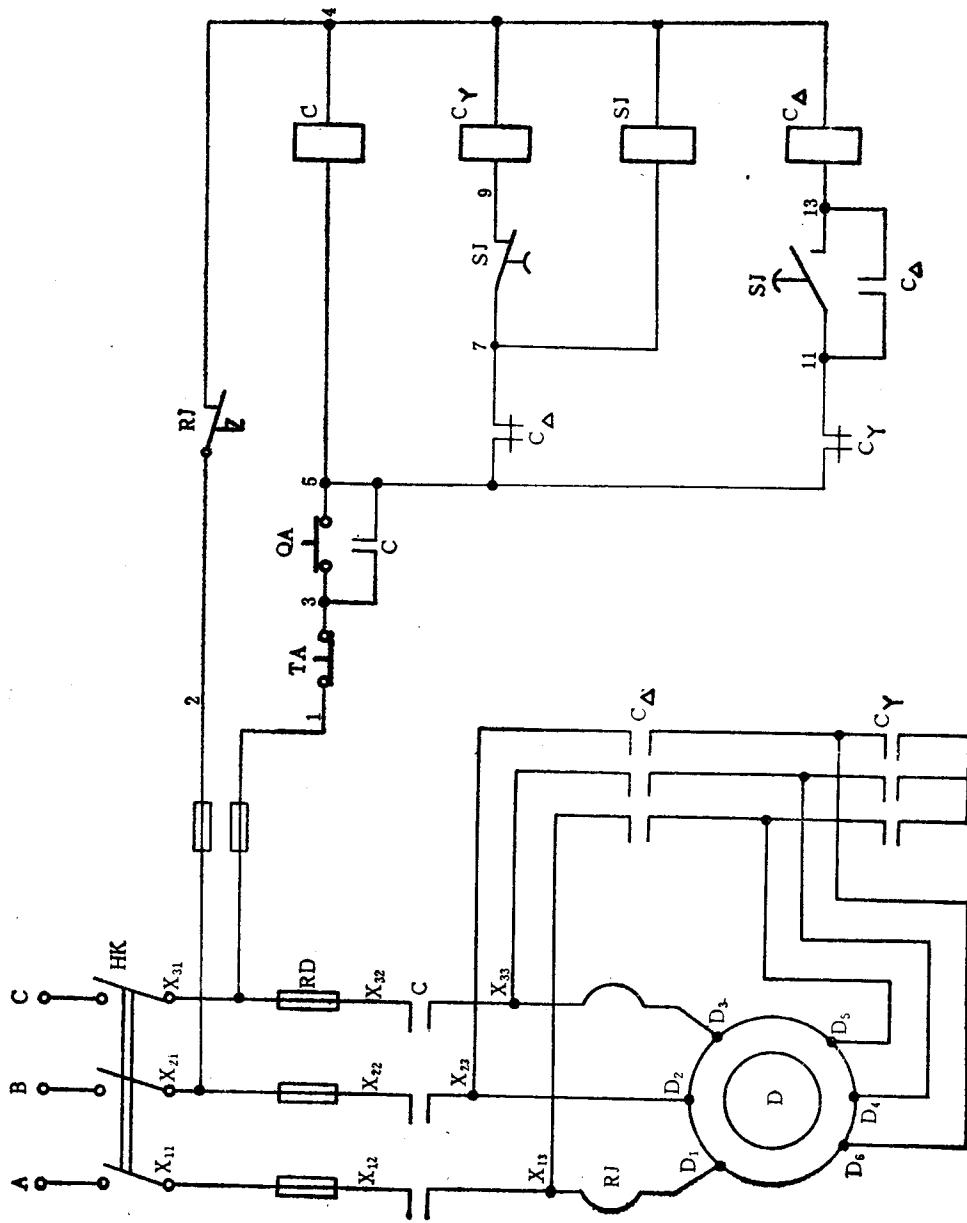

图3 Y-△起动线路图
- (1) 笼型异步电动机采用Y-△起动的电气原理图见图3。要看懂图纸，掌握电动机Y-△起动的原理和采用这种起动方式的条件。了解所用电器和导线规格的选用原则。
- (2) 准备所用工具和仪表。电工常用工具、万用表和兆欧表。
四、考件图样（见图3）